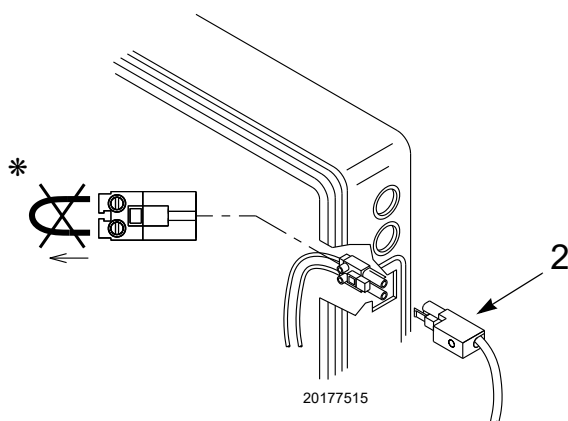

Fig. 2
- Inserir a ficha 2 polos da face exterior do queimador 2)(Fig. 2).
* Para o kit código 20175404, retirar a ponte de arame do soquete XP2, conforme indicado a Fig. 2 e nas conexões eléctricas do manual do queimador.